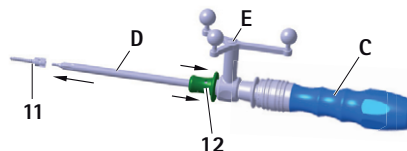

Рис. 9 Поднять винт S⁴C с помощью отвертки S⁴C.
- ▶ Втянуть и удерживать фиксирующую втулку 12 на отвертке S⁴C D, см. Рис. 9.